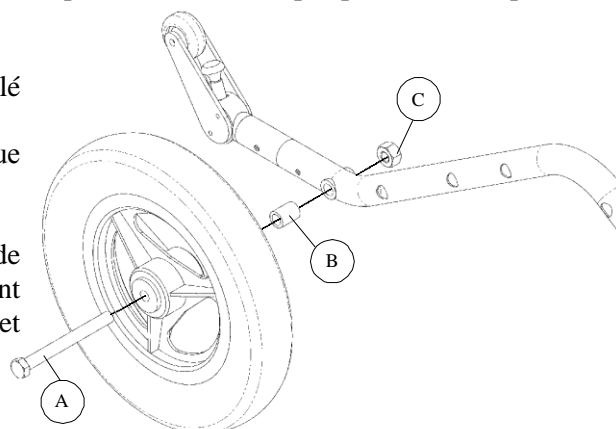

Figure 7 - Installation de la roue arrière de 12 po (31 cm)
2. Insérer l'essieu **A** à l'intérieur du moyeu de la roue (Figure 7);